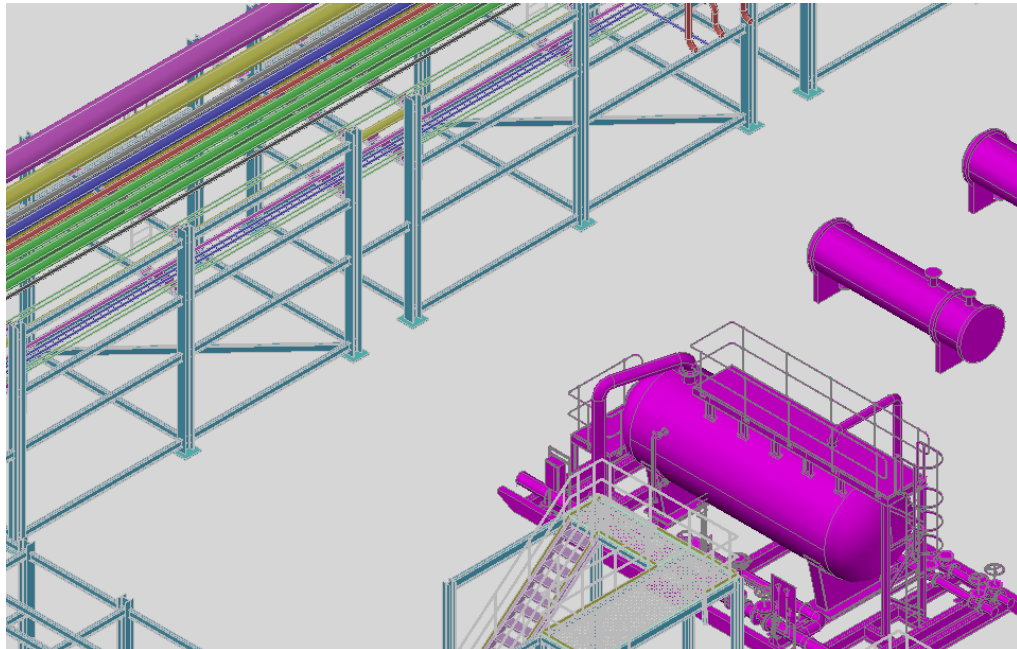

Рис. 105
- Установите вид, как показано на Рис. 105.